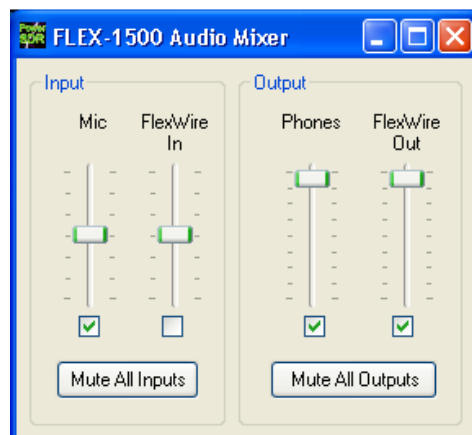

Abbildung 28: Audio Mixer
- ¶ Um den Mixer zu konfigurieren, klicken Sie auf **Mixer** in der Menüleiste der PowerSDR-Konsole (*Front Console*) Menü (Abbildung 28).